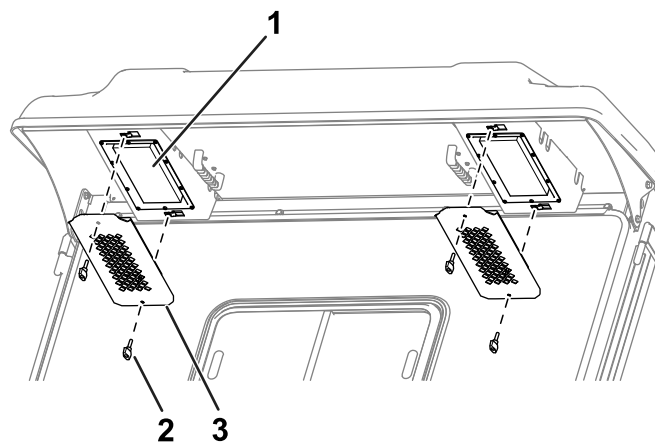

Figura 88
1. Remova os manípulos e grades da parte suspensa traseira da cabina (**Figura 88**).
4. Utilize os manípulos e grades para instalar os filtros na cabina (Figura 88).